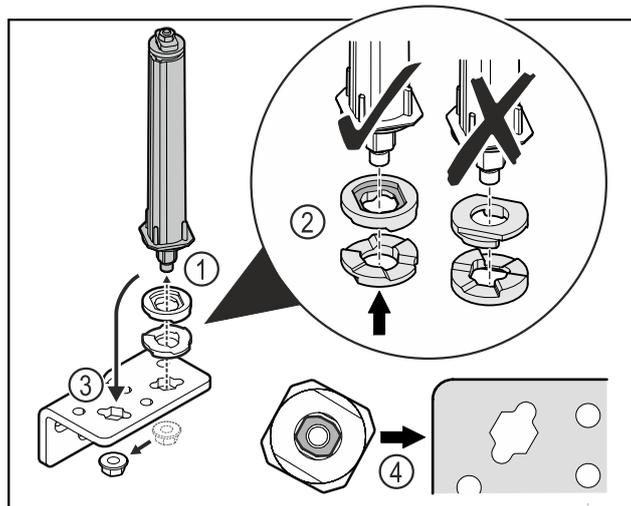

Fig. 39
- ▶ Lironi dadon dhe hiqni sistemin e mbylljes së derës Fig. 39 (1).
- ▶ Bëni kujdes për orientimin e saktë të rondelave të rregullimit të lartësisë Fig. 39 (2).
- ▶ Ktheni sistemin e mbylljes së derës në profilin e menteshës në anën tjetër dhe shtrëngojeni atë me dado Fig. 39 (3).
- ▶ Gjatë vendosjes, bëni kujdes për orientimin e saktë të sistemit të mbylljes së derës Fig. 39 (4).